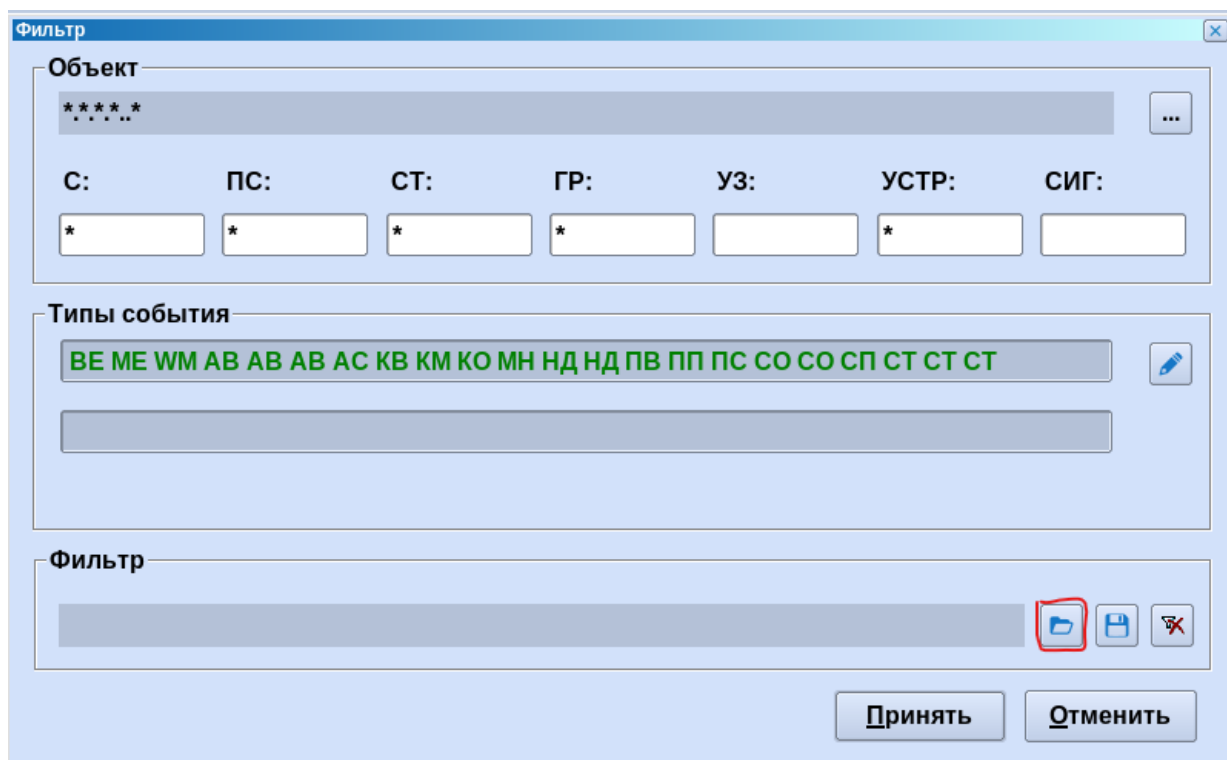

Рисунок 4.10 – Открыть фильтр
1) Нажать кнопку  в окне настройки фильтра (Рисунок 4.10).